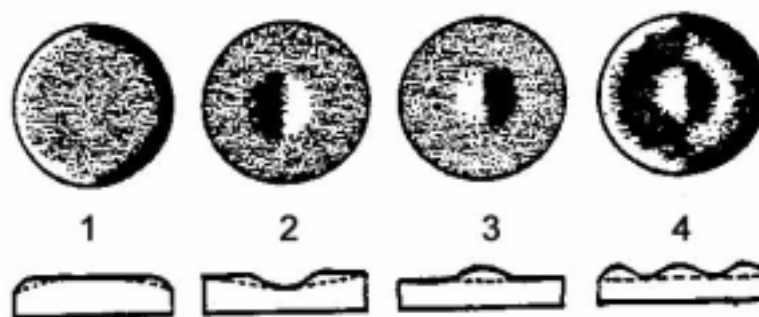
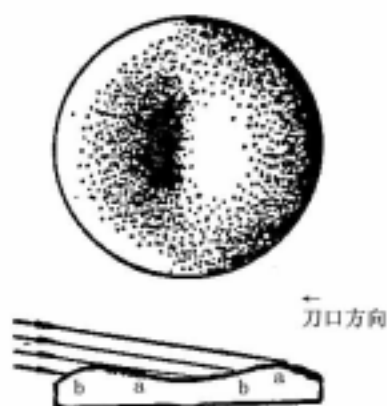

图16
图17
上面是当镜面为精确球面时的情况。如果镜面偏离球面那么就会呈现不同的阴影图样。图16是几种典型镜面缺陷所对应的阴影图样。图的下部是镜面剖面形状的示意图,如果是精确的球面那就以平线表示。通常初学的磨制者最容易产生的镜面毛病是中央低凹,边缘倒塌,图17就是这种阴影图样。
用阴影图来判别面形情况的主要几条规律是:(1)阴影图样可以假想为有一束从刀口相反方向照射在镜面上的掠射光所形成的浮雕形象。如图17中a为阴影区域,b为照亮区域;(2)阴影图上的明暗交界处(或可称为半影部分)是镜面上的最高处或最低凹处;(3)阴影看起来越来越明显,明暗的对比度越大,表明起伏越大,毛病越严重。根据这些就可以对阴影图作出分析和解释。实际上一个镜面从开始到结束都不出任何缺陷的情况几乎是不存在的。整个抛光过程就是在不断地与出现的毛病作斗争,一直坚持到全部抛光为止。下面将图16中的几种典型缺陷的修正方法说明一下:
A. 倒边或塌边(图16,1)。这是初学者最容易出现的毛病之一,也较费时间和难修正的一种缺陷。较快的修改方法是用修利的小刀把工具中央部分的柏油刮去一些,深度不能太大,宁可工作一段时间后即能自行填平,再看需要作修刮否。不然过久地保持修正作用会造成矫枉过正。在抛光时将镜面的倒边部分偏出到工具边外,让镜面靠近倒边的外带部分多抛掉一些,使最后的面形成为图中虚线所示的剖面。这样倒边就得到了修正,但曲率半径会增加一些。另一种解决方法是当有倒边的镜面在使用时放上一个光栏把倒边部分档去。办法很简单,只是望远镜的口径就变小了。
B. 中央低凹(图16,2)。这也是较常见的毛病,如果低凹的范围较大,实际上也可以看成为较宽的倒边,因此也可以用相似的修改办法。将抛光工具中央与镜面上凹区相对应部分用小刀刮去一些,用稍长的动程抛光。所不同的是修改后镜面的曲率半径将会缩短一些。
C. 中央凸起 (图16, 3)。这种毛病修正比较容易, 只需加长抛光的动程或采用偏心的动程不难消除掉。但需注意不能操之过急, 因为镜面中心的面积较小, 抛去的速度较快, 不小心就会修过头, 变成中心低凹。
D. 复杂的面形误差 (图16, 4)。这种毛病大都是工具符合不好所造成的, 可以采用均匀抛光动程。每工作一段时间就把工具加热压合一下再继续抛光, 使其趋向均匀或向单纯的缺陷方向发展, 然后针对性地采取修刮或改变动程来进行修正。有时在阴影检验中发现镜面看起来显得很粗糙, 有些像桔皮或饼干表面模样, 这是由于细磨结束时的细度不够或抛光柏油太软等原因造成的。这就需要返工细磨或换用硬度较大的柏油重做抛光工具, 出较费时。所以我们宁可每一步都做得比较细致一点, 不要急于求成。另外也不要再在工具还没有冷却和符合不好情况下就用很大劲进行抛光。